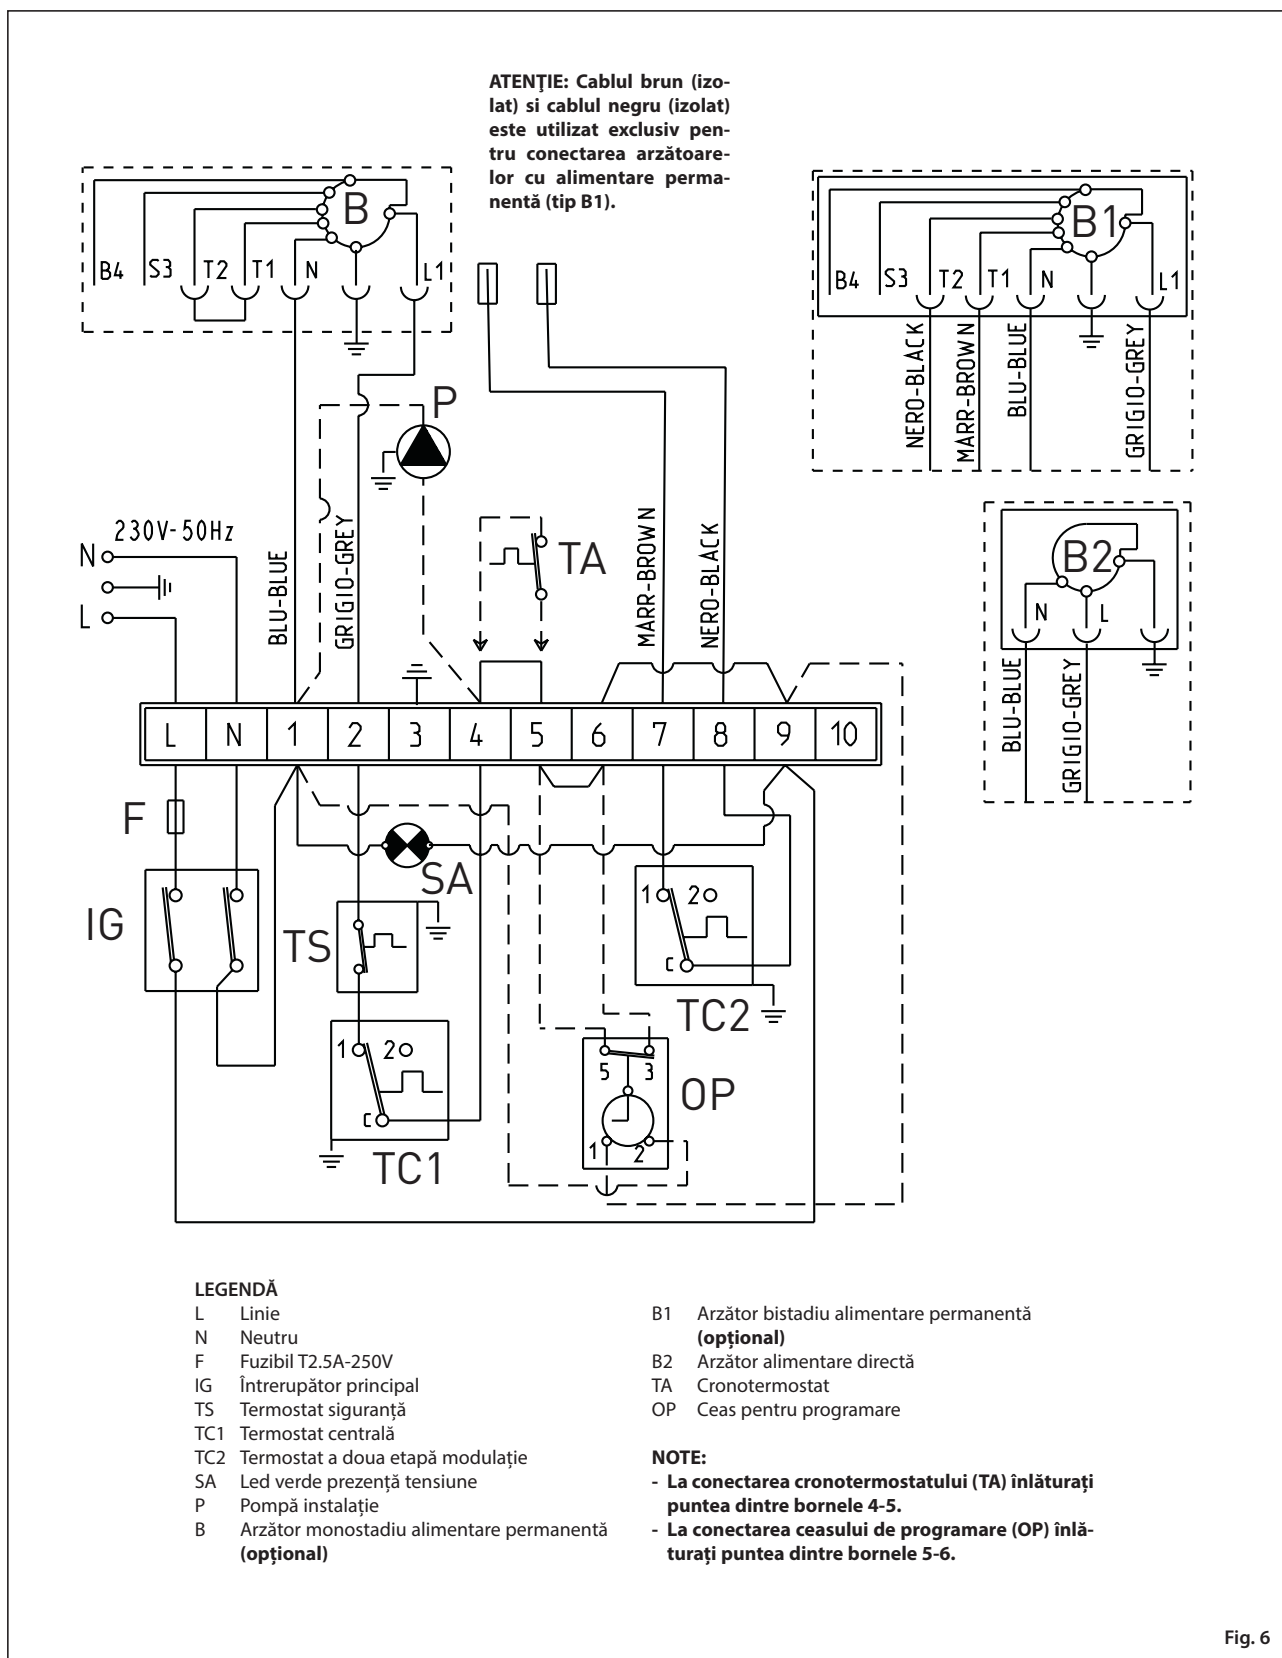

Fig. 6
2.5 CONEXIUNEA ELECTRICĂ (fig. 6)
Cablul regulatorului climatic, instalarea căruia este obligatorie pentru a obține o reglare mai bună a temperaturii mediului ambiant, trebuie conectat conform indicațiilor din fig. 6.